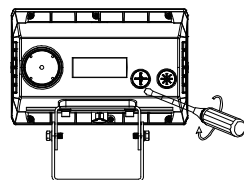

figure 15
- Étape 1 : ouvrez le bouchon métallique dans le sens contraire des aiguilles d'une montre, puis glissez l'interrupteur vers le haut et vers le bas pour régler le contrôleur de puissance ou le contrôleur de TCP, selon vos besoins (figure 15) ;